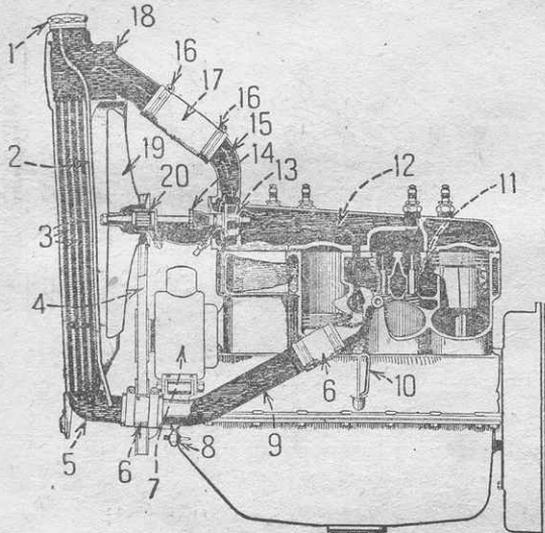

Рис. 6. Система охлаждения двигателя.
**Охлаждение двигателя** (рис. 6). Для охлаждения цилиндров двигателя блок цилиндров имеет водяную рубашку, окружающую цилиндры, камеру сгорания и гнезда клапанов. Для предотвращения образования паровых мешков в задней части головки, водяная рубашка головки цилиндра имеет подъем по направлению к передней части.
Циркуляция воды происходит по принципу термосифона, причем движение воды ускоряется центробежным насосом, помещенным в передней части головки цилиндра (рис. 6).
Трубки радиатора охлаждаются потоком наружного воздуха, засасываемого через радиатор при помощи двухлопастного вентилятора, помещенного сзади радиатора (рис. 6).
Приводной ремень трапециoidalного сечения приводит в движение вентилятор, центробежный насос, насаженный с ним на один вал, и динамо, расположенную спереди с левой стороны двигателя. Регулировка натяжения ремня производится поворотом динамо около точки ее крепления. Детали охлаждения приведены на рис. 6.